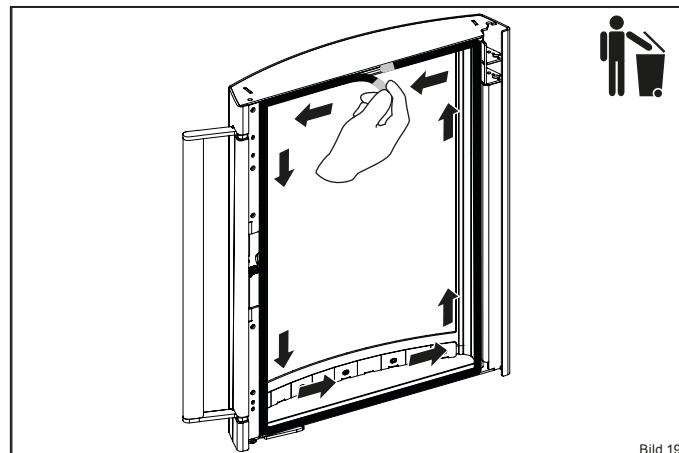

Bild 19
- Ziehen Sie die alte Dichtung an einem der Endstücke aus der Führung heraus und entsorgen diese im Abfall (Bild 19).